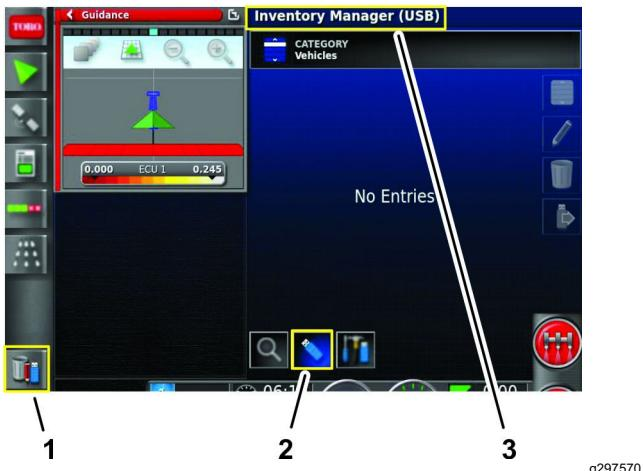

Figure 97
- Appuyez sur l'icône Gestion d'inventaire (Figure 97).
- Si le libellé du titre en haut de l'écran est Gestion d'inventaire (USB), appuyez sur l'icône Permuter l'affichage (Figure 97).